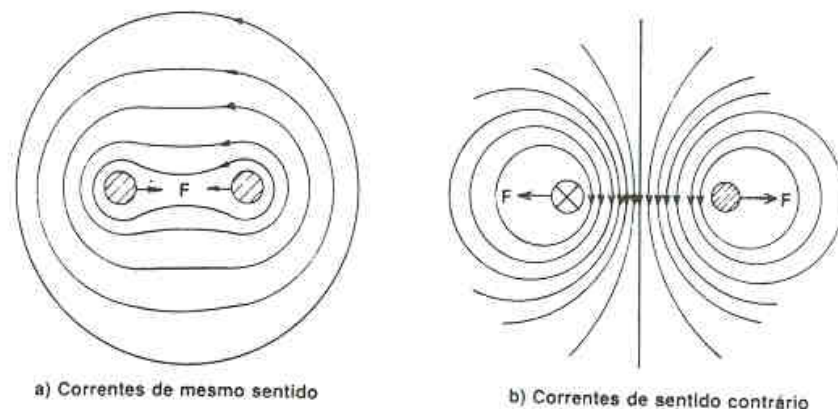

Figura 9 : Representação, através de linhas de força, da composição de campos magnéticos entre dois condutores energizados (Quites e Dutra, 1979).
- **força eletromagnética (Pinch-Kraft ou elektromagnetische Kraft) - FE** : representa uma força de origem eletromagnética, gerada pela condução de corrente de condutores paralelos na mesma direção. Quando temos diversos condutores com condução elétrica na mesma direção, o campo magnético se soma e causa uma atração entre os condutores, conforme mostrado na figura 9. Este efeito causa o aparecimento de forças no sentido axial, e atuam sobre o arame sólido, sobre o arco elétrico e sobre a gota. Ela é diretamente proporcional ao quadrado da corrente e inversamente proporcional a área por qual passa esta corrente : $FE \propto (I^2 / A)$